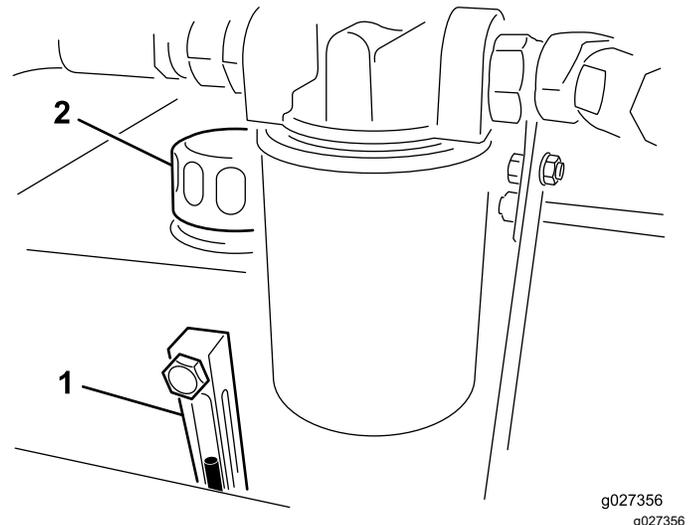

Рисунок 12
2. Проверьте уровень рабочей жидкости по визуальному указателю (Рисунок 12).